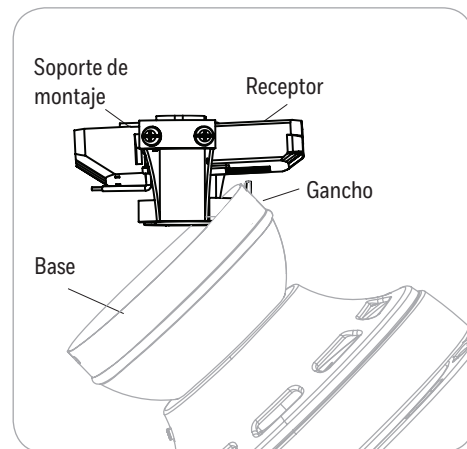

Figura 4.3
3. Levante el ventilador y pase la cubierta en el gancho de la soporte de montaje de manera temporal dejando las manos libres para el proceso de cableado. Luego, inserte el receptor del paquete remoto en el soporte de montaje con el lado plano orientado hacia el techo (Figura 4.3).